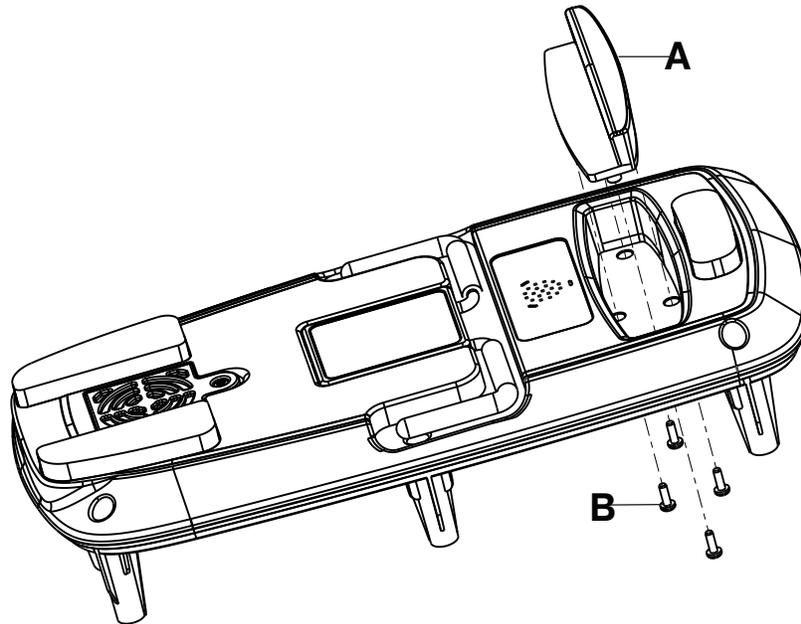

Figure 17 – Poignée de transport
- À l'aide d'un tournevis cruciforme n° 2, retirer les quatre vis (B) qui fixent la poignée de transport (A) au boîtier de pompe arrière (Figure 17). Conserver les vis.